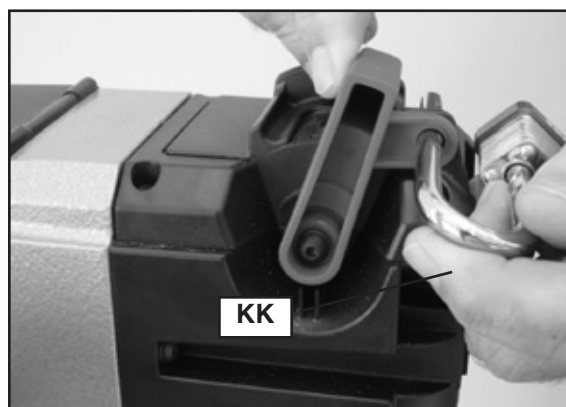

Fig. 23
**IMPORTANT :** lorsque l'appareil est inutilisé, le commutateur devrait être cadenassé en position d'arrêt (« OFF ») pour empêcher une utilisation non autorisée. Utiliser un cadenas (KK), fig. 23, avec une anse de 6,4 mm (1/4 po) de diamètre.